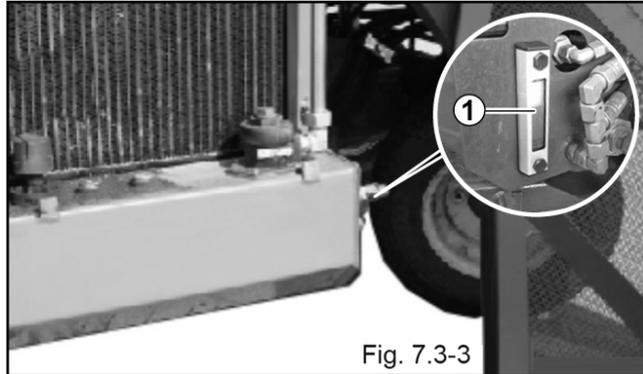

Fig. 7.3-3
El tanque de aceite está integrado en el bastidor y se encuentra en la parte izquierda de la máquina (fig. 7.3-3). El estado del aceite hidráulico se puede comprobar en el indicador de nivel de llenado (1) a la derecha del tanque.